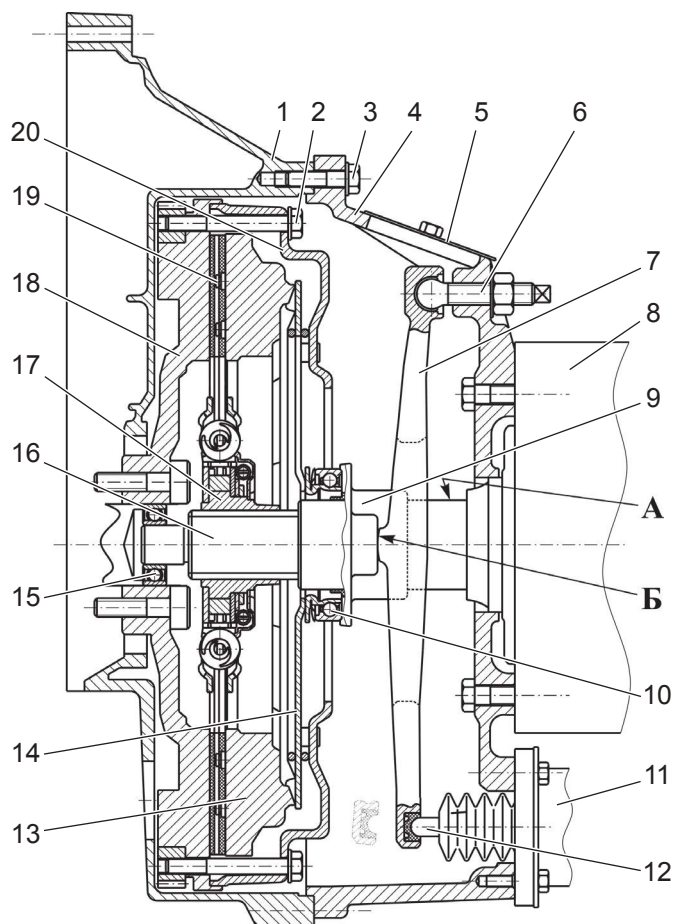

Рисунок 4.1.8.1 – Сцепление Sachs MF 395 (MF 362):
– износ ведомого диска. Износ проверять по индикатору износа на ПГУ. При увеличении размера «Д» (рис. 4.1.8.2) до 15 мм ведомый диск сцепления необходимо заменить. После установки нового ведомого диска сцепления и удаления воздуха из привода сцепления отрегулировать рабочий ход толкателя 2 и переместить стержень датчика износа 5 до упора в сторону двигателя, и кольцо на стержне – до упора в корпус ПГУ;